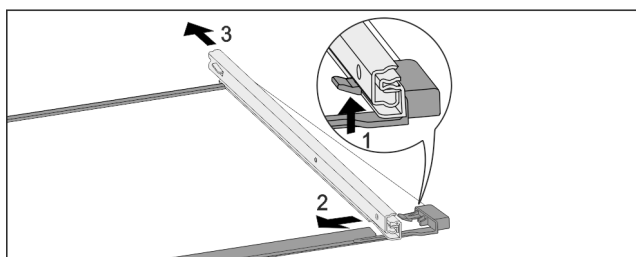

Fig. 107 Стъклена плоча с релси
- Натиснете нагоре предните фиксиращи палци. Fig. 107 (1)
- Плъзнете изтеглящата релса настрана Fig. 107 (2) и назад Fig. 107 (3).